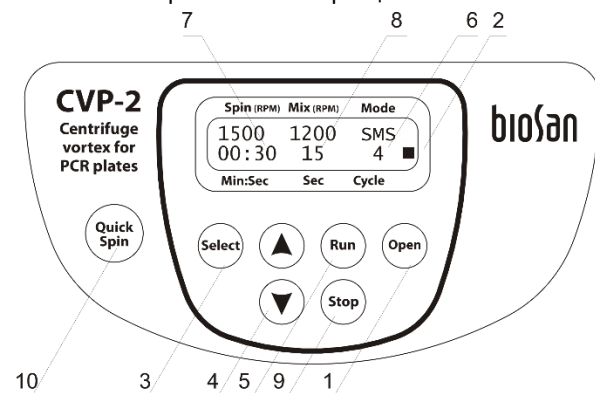

Рисунок 2. Панель управления
- 5.2. Откройте крышку прибора, нажав на кнопку **Open** (рис. 2/1), и поднимите крышку рукой (в нижней строке дисплея **Mode** появится индикация , см. рис. 2/2). Открыть крышку возможно только при остановленном роторе.
- 5.6. **Кратковременное центрифугирование.** Нажмите кнопку **QS** (рис. 2/10) для быстрого перемешивания/осаждения и держите нажатой необходимое время. После освобождения кнопки **QS** прибор останавливается автоматически.
- 5.7.1. Нажатием кнопки **Select** (рис. 2/3) выберите параметр, который необходимо изменить. Каждое нажатие кнопки **Select** последовательно активирует параметры режимов в цикле, активный параметр обозначается мигающей индикацией.
- 5.7.2. Используйте кнопки ▼ и ▲ (рис. 2/4) для установки соответствующих значений (если кнопка нажата более 2 с, значения меняются быстро).
- 5.7.4. Для выбора режимов (параметр **Mode**, рис. 2/2) доступны следующие значения:
- 5.12. Нажмите кнопку **Run** (рис. 2/5) для запуска программы.
- 5.13. Начнется вращение ротора и на дисплее загорится соответствующая индикация ► (рис. 2/2), обратный отсчет циклов (рис. 2/6), меняющиеся значения параметров времени текущего режима (рис. 2/7 и рис. 2/8).
- 5.14. При необходимости нажмем кнопки **Stop** (рис. 2/9) можно остановить прибор в любой момент до выполнения установленного числа циклов.
- 5.15. Прибор автоматически останавливается после выполнения заданного числа циклов (мигающая индикация ■ на дисплее, рис. 2/2), открывает крышку прибора и подает звуковой сигнал об окончании работы. Нажмите кнопку **Stop** (рис. 2/9) для прекращения сигнала.